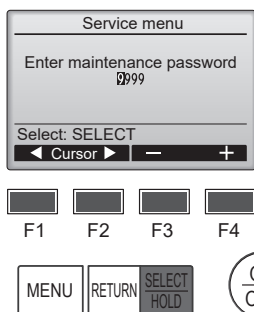

Fig. 7-2
- ① Seleccione "Service" (Revisión) desde el Menú principal y pulse el botón [SELECT/HOLD] (Aceptar/Retener).
- ② Una vez seleccionado el menú "Service" (Revisión), aparecerá una ventana que le solicitará la contraseña. (Fig. 7-2)